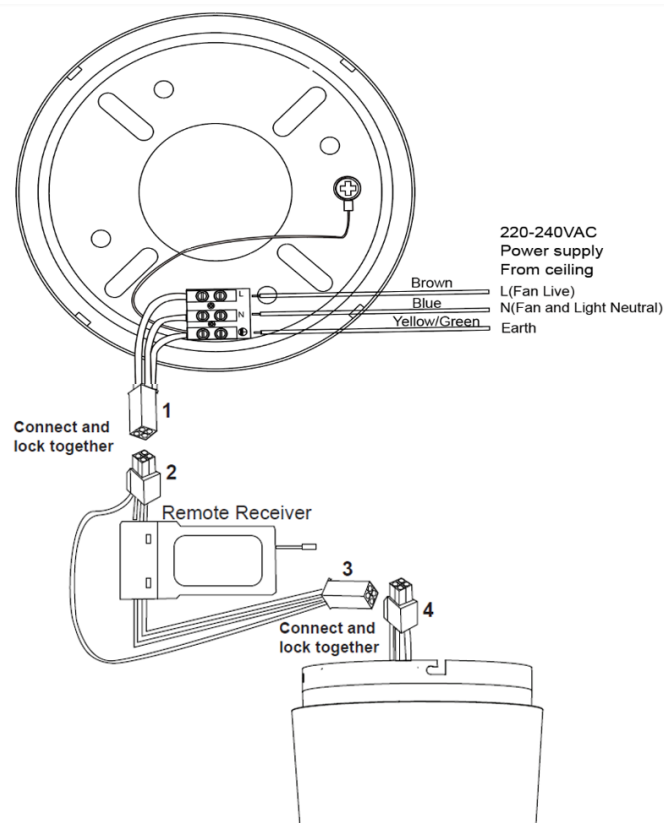

Fig. 5
MODELLEN MET AFSTANDBEDIENING DIAGRAM (Fig.5):
- Sluit de draden L, N en Aarde aan op het klemmenblok van de montagebeugel volgens het onderstaande schema in Fig. 5.
- Steek de snelkoppelingen van de montagebeugel (1) en van de afstandsontvanger (2) in elkaar en zorg ervoor dat ze vergrendelen.
- Sluit de snelkoppelingen van de ontvanger op afstand (3) en van de ventilator (4) op elkaar aan en zorg dat ze vergrendelen.